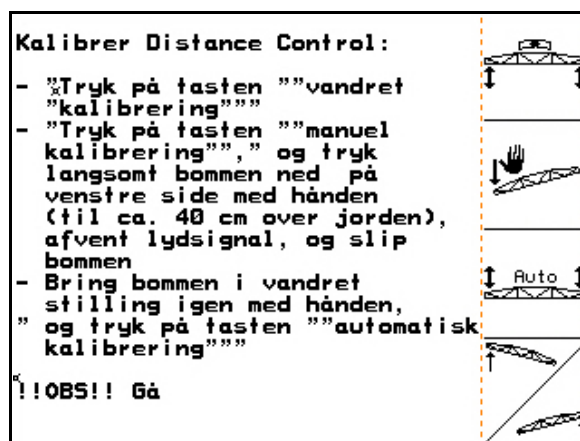

Fig. 18
1. (Fig. 18) start automatisk kalibrering.